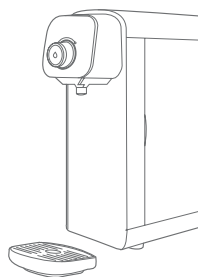

Figura 30.
4. Coloca la bandeja de agua en su posición. Para ello, acerca la bandeja a la parte inferior y esta se unirá automáticamente al Purificador por medio de su parte magnética. (Ver Figura 30).